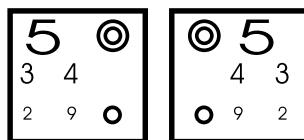

图40
(1) 利用红绿测试表精确测量球镜值。(见图 40) 问被测者红色和绿色的表哪一个看的更清楚。如果绿色的更清楚，就意味着近视增强(远视减弱)。减少球镜值 0.25D。-1.75 → -1.50